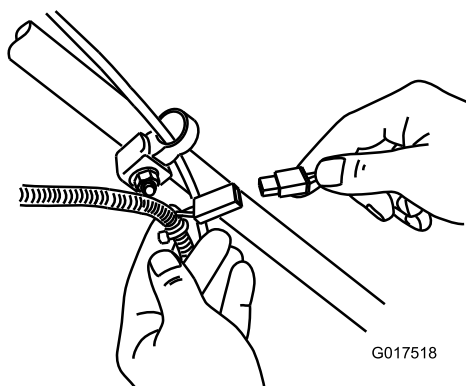

Figura 32
1. Collegate il caricabatterie al cablaggio preassemblato del tosaerba, sotto la chiave di accensione (Figura 32).